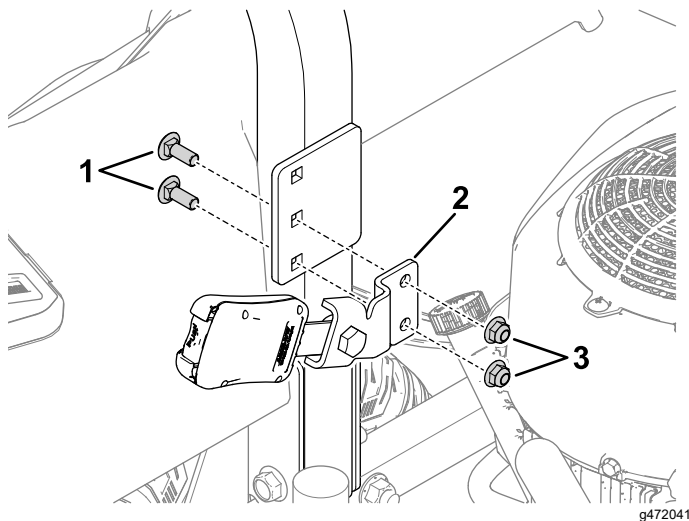

Figure 10
2. Fixez la boucle de l'opération 1 à l'intérieur du support de l'arc de sécurité à l'aide de 2 boulons de carrosserie ($\frac{3}{8}$ " x 1") et 2 contre-écrous ($\frac{3}{8}$ ""), comme montré à la Figure 10. Répétez cette procédure de l'autre côté pour la languette.